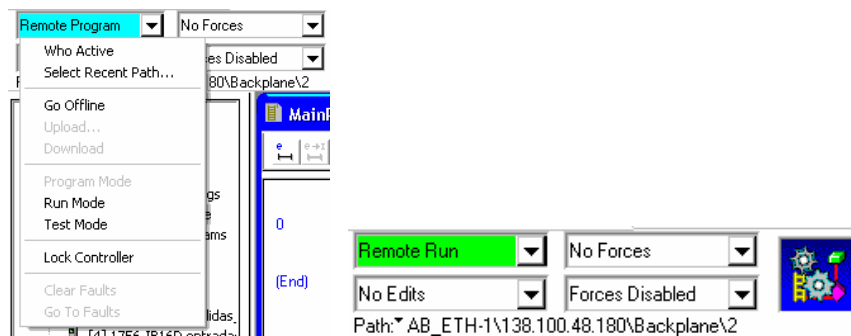
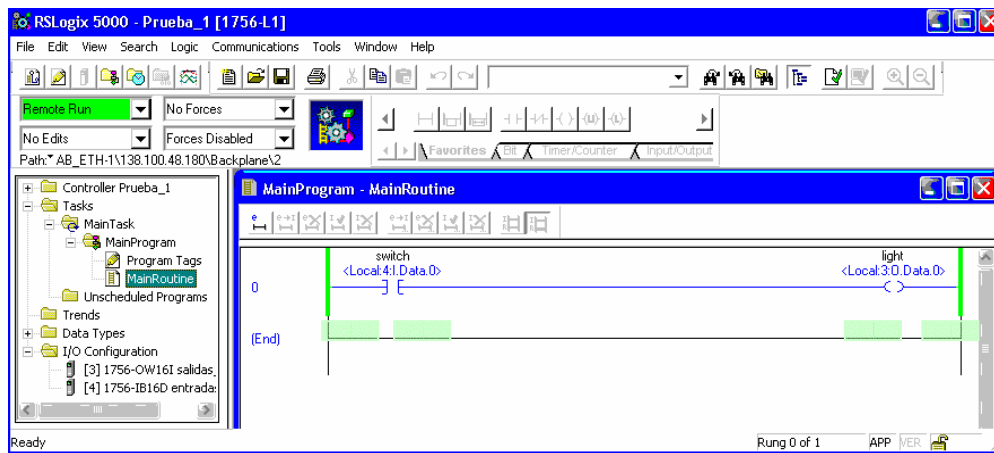

Figura 3.21 Puesta en marcha
Figura 3.22 Ejecución del programa
- Ponga el controlador en el modo 'RUN' desplegando la opción *Remote Program* de la figura 3.20 y aparece la ventana de la figura 3.21. Seleccione la opción *Run Mode*, la figura 3.20 cambia a un resaltado en verde y la forma de mostrar en el código la ejecución es resaltar en verde todos los bits activos y las líneas verticales, un detalle se muestra en la figura 3.22